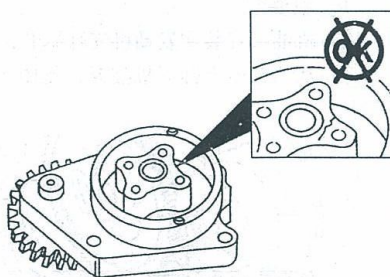
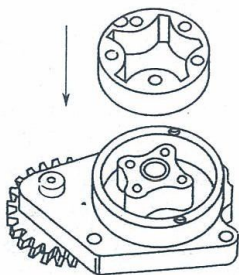

图 1-390 检查机油泵壳体和转子磨损情况
图 1-391 安装行星轮
- 5) 检查机油泵壳体和转子是否有过度磨损, 见图 1-390; 安装行星轮, 见图 1-391。